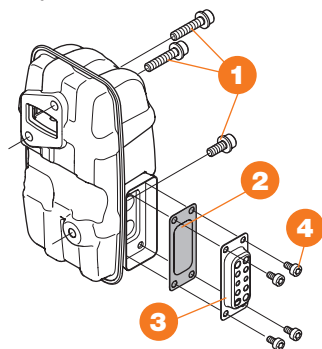

Рис. 11
- Снимите выхлопную трубу ③, открутив винты ④ (Рис. 11).
- Снимите предохранитель от искр ② (Рис. 11).
- Регулярно проверяйте, чтобы глушитель был целым и правильно закреплен. Затяните болты ❶ на 8-12 Н·м (Рис. 11).
- Проверьте, что глушитель и выхлопная труба правильно закреплены. Затяните болты ❷ с моментом 2-3 Н·м (Рис. 11).